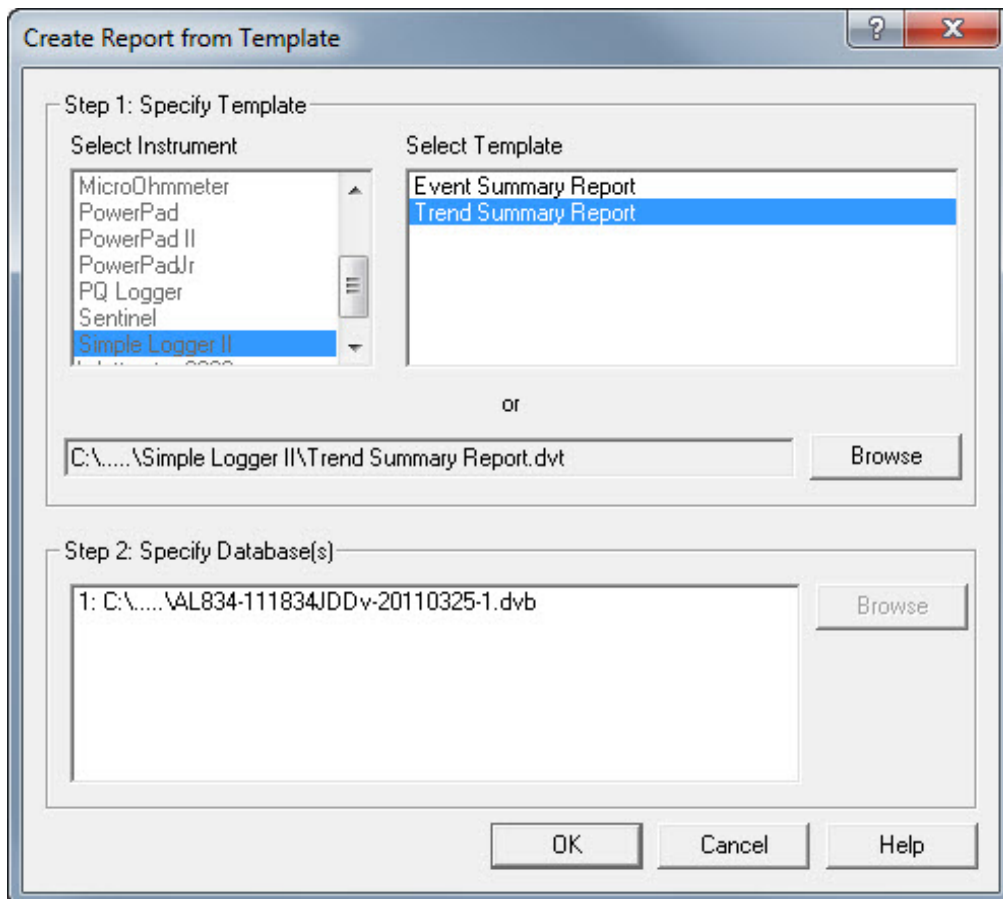

Abb. 2-12
5) Bei "JA" wird das Hauptfenster DataView® rückgesetzt. Ein neues Hilfenfenster erscheint, indem man aus Kurvenvorlagen die neuen Kurven bestimmen kann (siehe Abb. 2-12 unten).